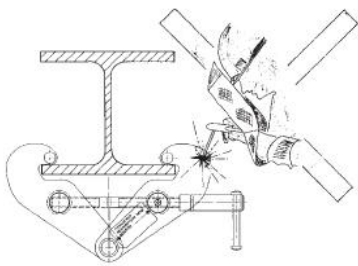

Fig. 1
- Soldar en la pinza está estrictamente prohibido (Fig. 1).